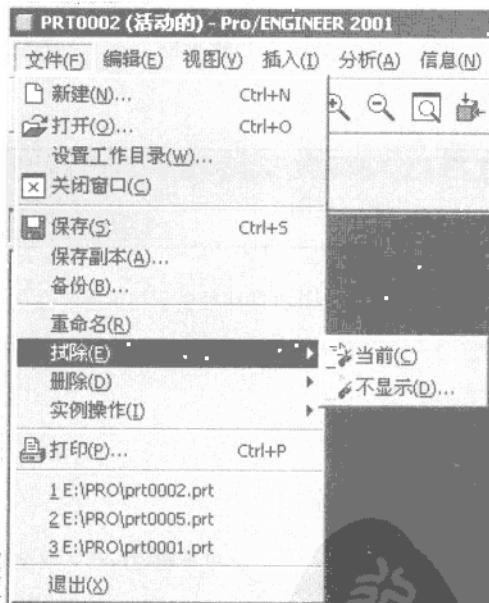

图 1.9
(1) 功能 利用拭除（Erase）命令从内存中删除文件。
(2) 操作方法 单击菜单命令文件（File）→ 拭除（Erase），则在拭除（Erase）命令的右侧弹出一个小菜单，上面有**当前（Current）**和**不显示（Not Displayed）**两个命令，如图 1.9 所示。